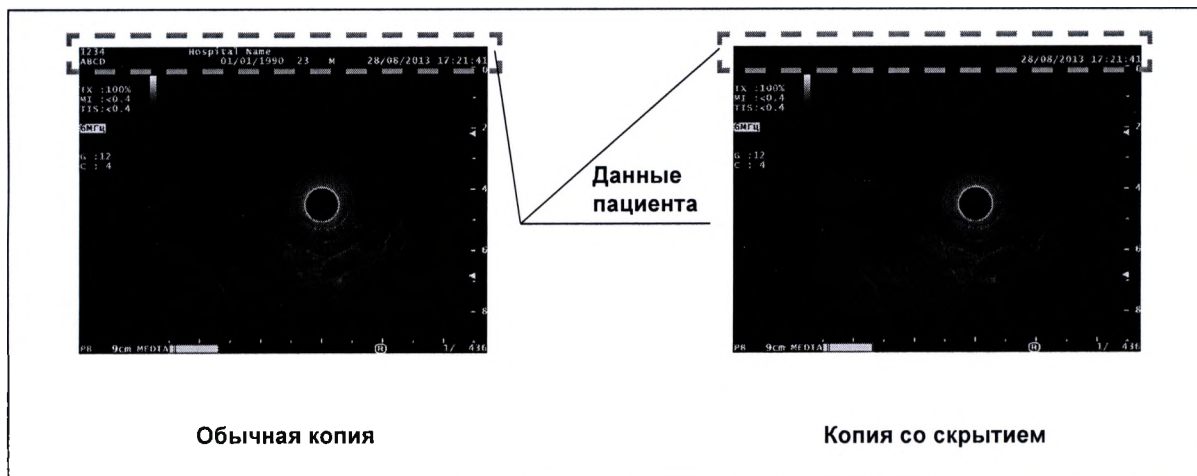

Рисунок 7.264
- К скрываемым данным относятся ID (Номер), NAME (ИМЯ), SEX (ПОЛ), D.O.B. (ДАТА РОЖДЕНИЯ), AGE (ВОЗРАСТ) и Hospital name (Наименование лечебного учреждения). На рис. 7.264 показаны примеры изображений режима В, скопированные обычным способом и со скрыванием данных.